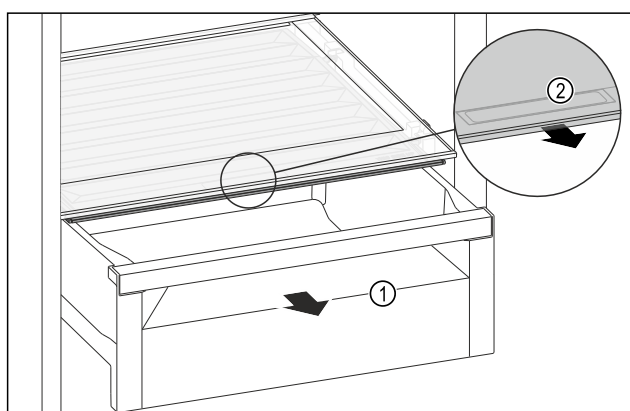

Fig. 193
- Schubfach Fig. 193 (1) herausziehen.
- Griffmulde Fig. 193 (2) am Fachdeckel anfassen und Fachdeckel gleichzeitig nach vorne ziehen.